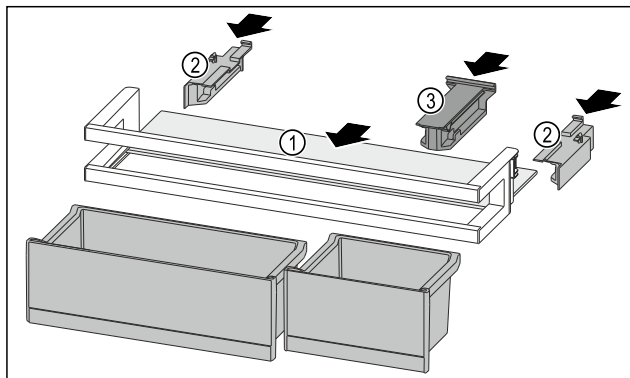

Fig. 120
- ▶ Abstellfläche Fig. 120 (1) in die seitlichen Aussparungen einschieben.
- ▶ Seitenteile Fig. 120 (2) einsetzen.
- ▶ Halteteil Fig. 120 (3) einsetzen.